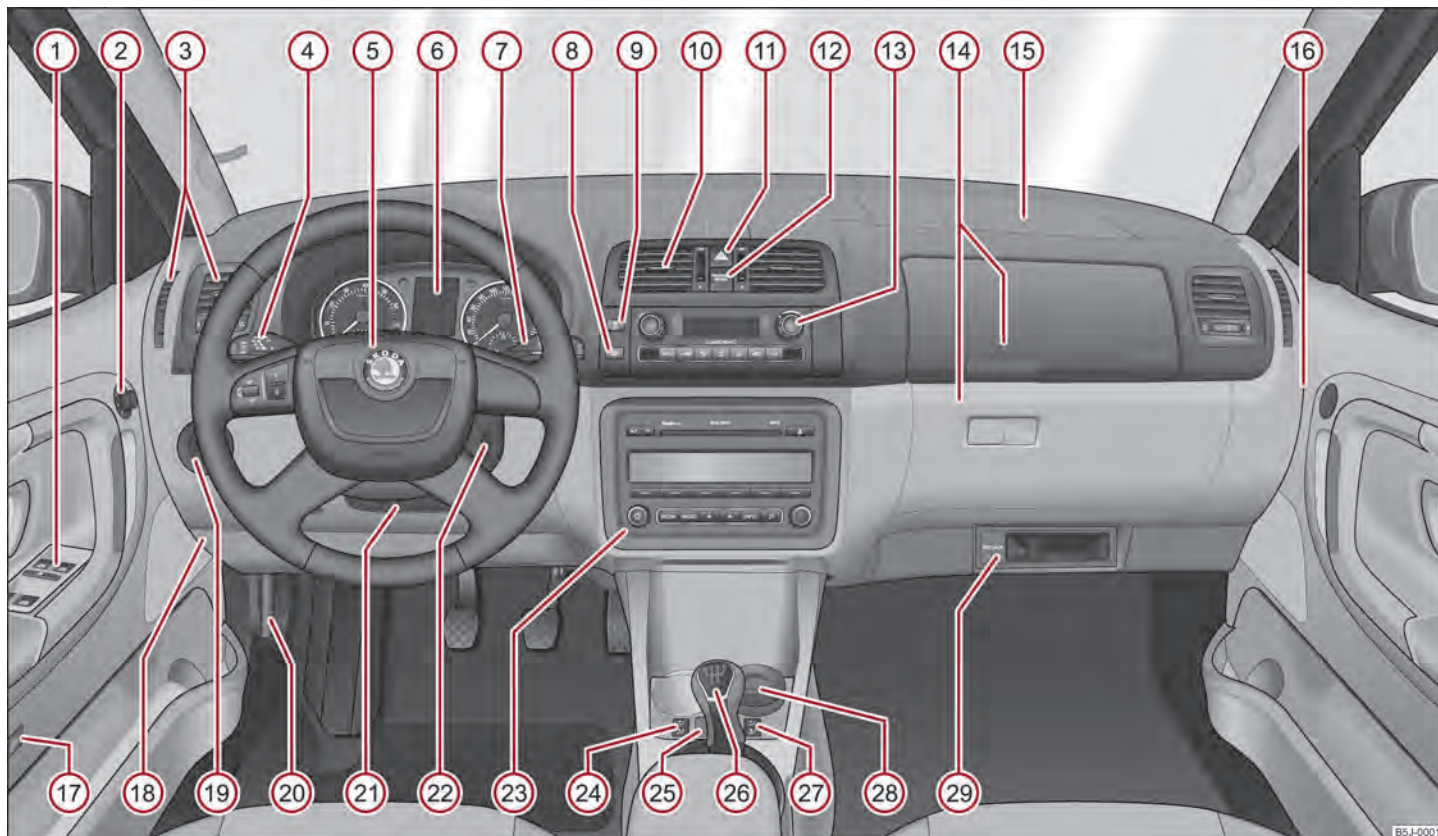

Fig.1 Postul de conducere
- La autovehiculele cu volanul pe dreapta ordinea aranjării elementelor de comandă diferă parțial față de ordinea prezentată în ⇒ fig. 1. Simbolurile corespund elementelor de comandă.